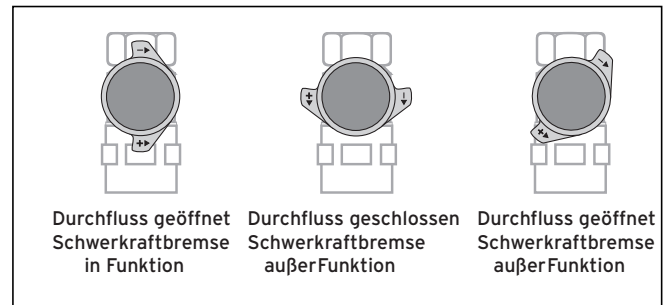

Abb. 3.3 Die drei Stellungen des Kugelhahns mit integrierter Schwerkraftbremse bzw. des Drei-Wege-Ventils
- Stellen Sie das Drei-Wege-Ventil **(2)** an der Solarstation auf 45° (Schwerkraftbremse außer Funktion) (siehe Abb. 3.3).
- Schließen Sie nach 5 Minuten das Drei-Wege-Ventil **(2)** wieder (waagerechte Stellung) (siehe Abb. 3.3).